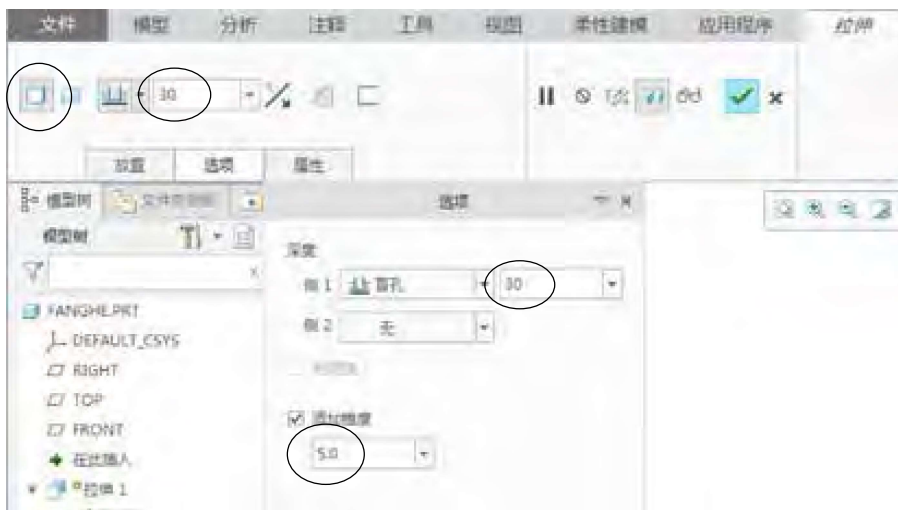

图1-12 “拉伸”操控板
Step 19 在“拉伸”操控板中单击“拉伸为实体”按钮 ，单击“选项”  按钮，在“侧1”下拉列表中选择“盲孔”选项 ，设置“深度”为30mm，在“侧2”下拉列表中选择“无”，选中“添加锥角”复选框，设置“锥度”为5°，如图1-12所示。